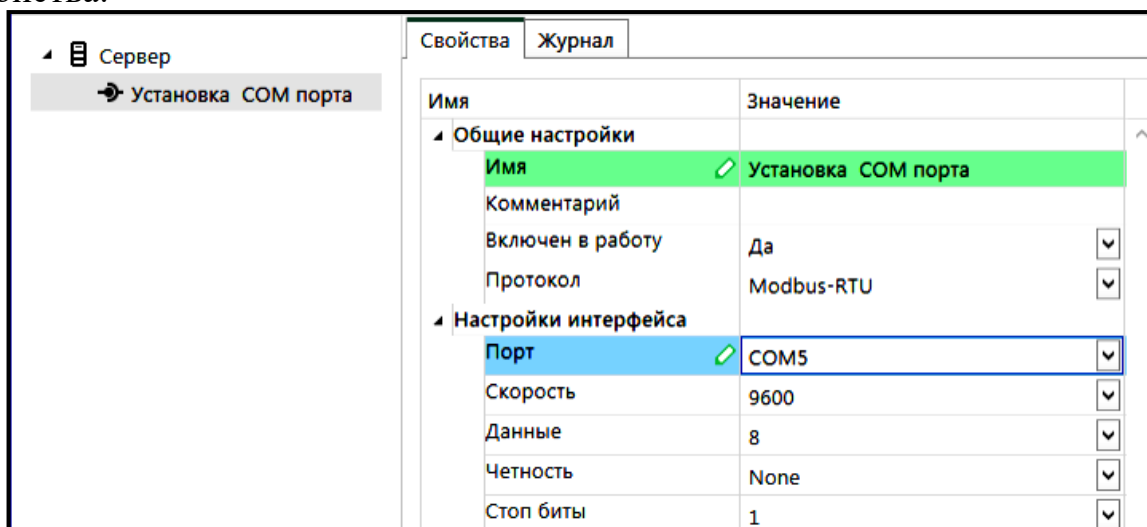

Рис. 7. Пример настройки COM порта
4. Ввести сетевые настройки прибора: "Скорость", например, - 9600, "Данные" - 8, "Четность" - none, стоп-биты – 1 (рис. 7). Для того чтобы узнать сетевые настройки устройства, следует обратиться к руководству по эксплуатации устройства.